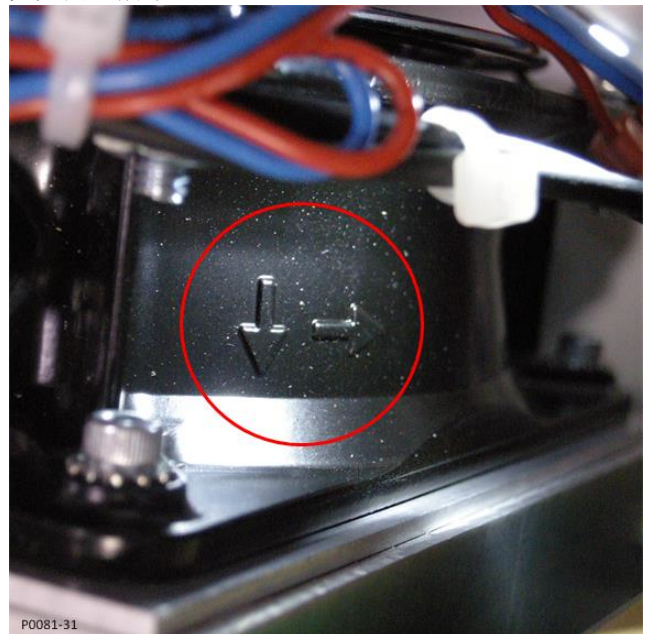

图 6. 风扇气流箭头
- 确定新冷却风扇方向，在散热器的另一端，使侧面气流箭头与风扇上的气流箭头相吻合。气流箭头如图 6 所示。